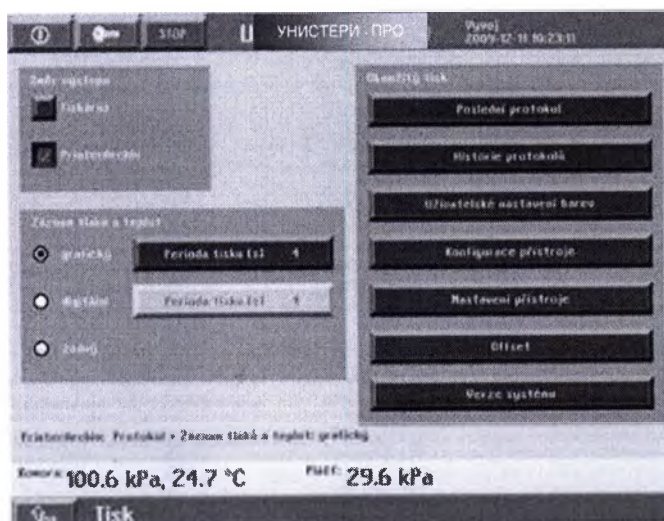

Рисунок 25 Выбор функций
- Выберите на экране нужные функции рисунок 25